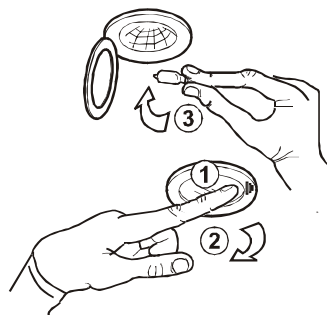

Рис. 6
- Нажмите (1) на плафон освещения (2) и откройте его. **Рис. 6.**
- Замените перегоревшую лампу на аналогичную новую (3).